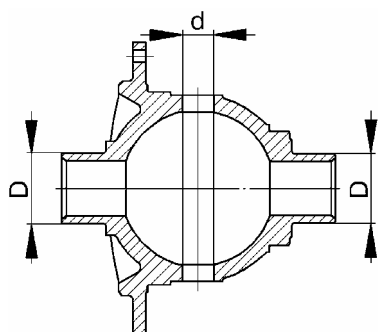

Рис.19.
4.2.19 Коробка дифференциала 2108-2303018, рис.19.